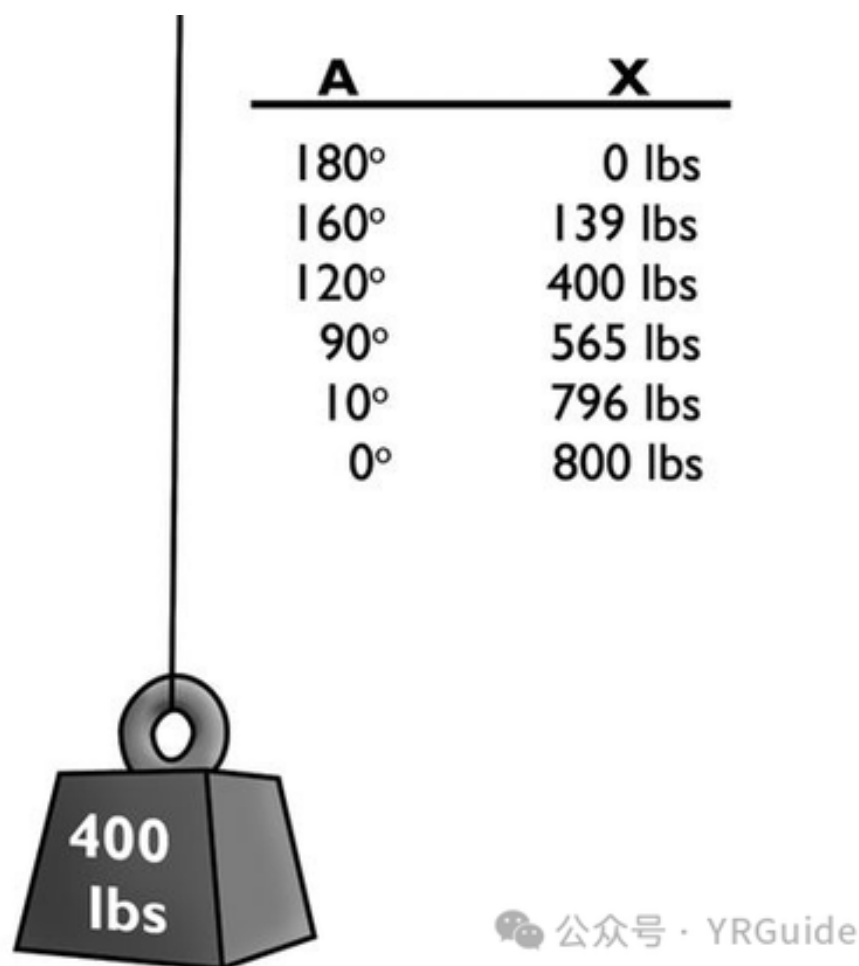

图11-3 转向锚点上的受力。
- 创建力放大器 (load amplifiers) 的转向点 (即产生的力大于负载本身) (图 11-3)